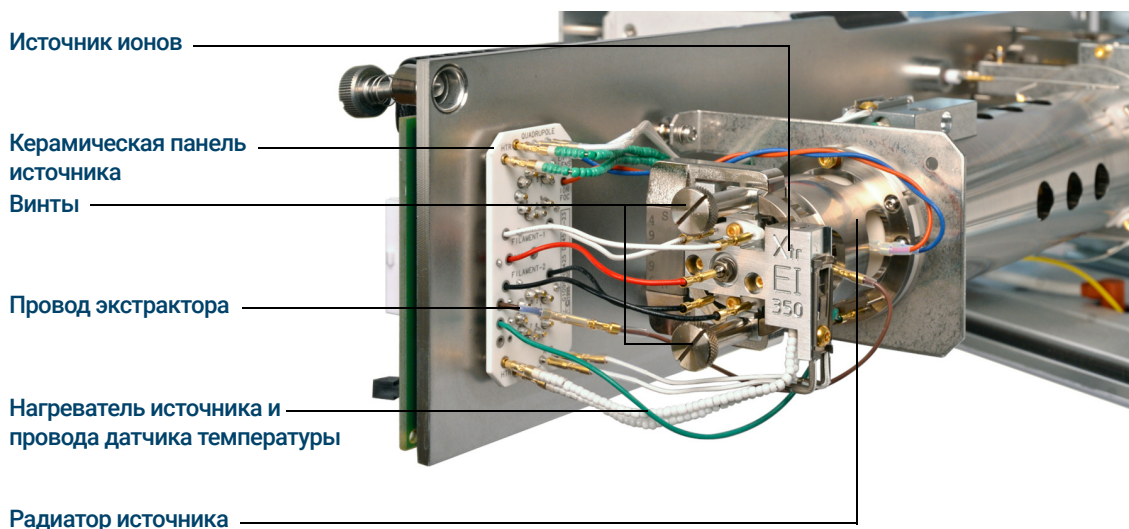

Рис. 68. Установка источника ЭУ
- 1 Вставьте источник ионов в радиатор источника. (См. **Рис. 68.**)
- 2 Вставьте и вручную затяните винты источника. Не затягивайте винты слишком сильно. (См. **Рис. 68.**)